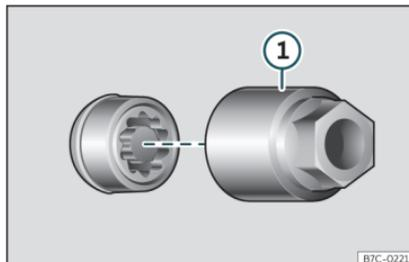

Fig. 33 Vite antifurto con cappuccio ed adattatore.
- Inserire l'adattatore speciale»» fig. 33 ① (attrezzi di bordo»» pag. 43) nella vite antifurto della ruota fino al fermo.